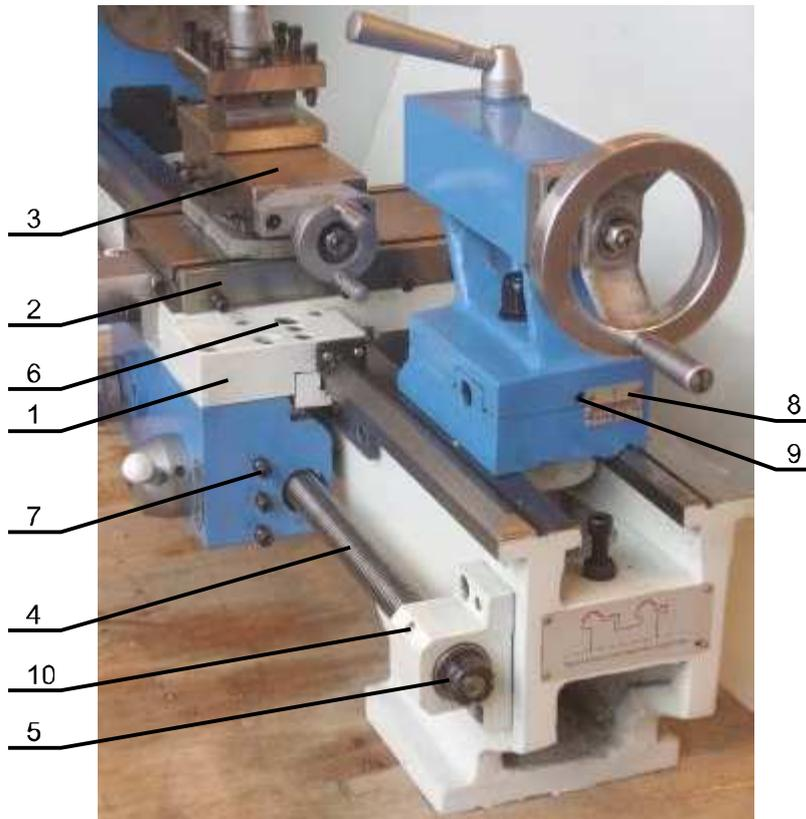
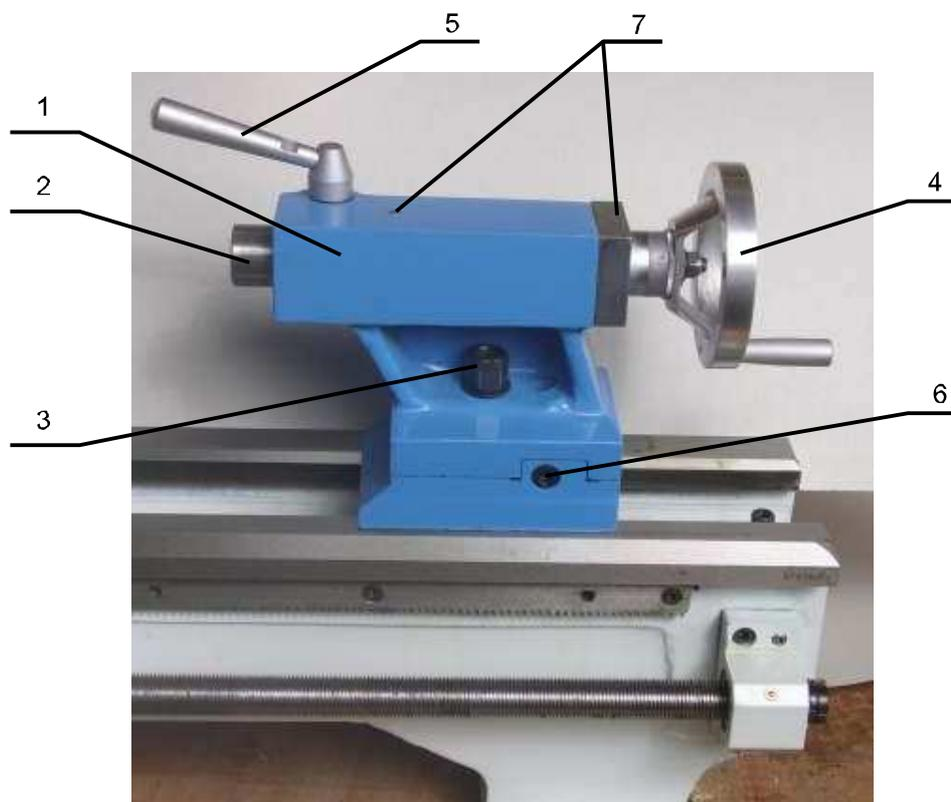

Рисунок 4
Рисунок 6
Каретка 1 (рисунок 4) является базирующим элементом суппорта. Она изготовлена из высококачественного чугуна. Продольные направляющие каретки отшлифованы и точно сопряжены с направляющими станины. Необходимый зазор между направляющими станины и каретки обеспечивается прижимными планками, расположенными на нижней плоскости каретки.
Поперечные салазки 2 (рисунок 4) установлены на верхние (поперечные) направляющие каретки соединением «ласточкин хвост», зазоры в соединении регулируются клином. Перемещение салазок обеспечивается вращением маховика. Для отсчета величины перемещения салазок на маховике имеется лимб.
Верхние салазки 3 (рисунок 4) установлены на поперечные салазки через поворотную шпигу и могут устанавливаться под углом к оси вращения шпинделя. Перемещение подвижной части верхних салазок производится вращением маховика. Для отсчета величины перемещения салазок на маховике имеется лимб.
Ходовой винт 4 (рисунок 4) расположен вдоль передней части станины и служит для продольной автоматической подачи. С левой стороны он соединен с коробкой передач. Ходовой винт имеет две подшипниковые опоры. Осевой зазор винта в опорах регулируется гайками 4 (рисунок 4).
Задняя бабка 1 (рисунок 6) базируется (перемещается) на плоской и V-образной направляющих станины и может быть зафиксирована от перемещения затягиванием гайки 3 (рисунок 6) зажимного устройства. Задняя бабка имеет выдвижную пиноль 2 (рисунок 6) с конусным отверстием Морзе № 2 и градуированной шкалой, нанесенной на наружной поверхности пиноли. Жесткость задней бабки рассчитана на тяжелые режимы работы. Пиноль перемещается вращением маховика 4 (рисунок 6), расположенного на заднем торце бабки, и может быть зафиксирована в нужном положении рукояткой 5 (рисунок 6) механизма зажима пиноли.
Для блокировки перемещения суппорта затяните винт 6 (рисунок 4), для разблокировки – ослабьте.
Перемещение задней бабки по направляющим станины производится вручную. Ослабьте гайку 3 (рисунок 6) зажимного устройства бабки, передвиньте бабку в нужное положение, снова затяните гайку.
Выдвижение пиноли 2 (рисунок 6) из корпуса бабки и утожение ее обратно в корпус производится вращением маховика 4 (рисунок 6). Рукояткой 5 (рисунок 6) ослабьте зажим пиноли, вращая маховик переместите пиноль на нужный размер, зажмите пиноль поворотом рукоятки.
Регулировка смещения задней бабки от оси вращения шпинделя производится при точении конусных поверхностей. Величина смещения определяется по шкале 8 (рисунок 4), находящейся на заднем торце основания бабки. Смещение производится при помощи двух винтов 6 (рисунок 6), расположенных на боковых поверхностях основания бабки с обеих сторон. Ослабьте стопорный винт 9 (рисунок 4) и гайку 3 (рисунок 6). Ослабьте винт 6 (рисунок 6) с одной боковой стороны бабки и затягивайте аналогичный винт с противоположной стороны пока необходимая величина смещения не отразится на шкале. Затяните стопорный винт 9 и гайку 3.
8.11 Смазку задней бабки производите через смазочные отверстия 7 (рисунок 6) жидкой смазкой.